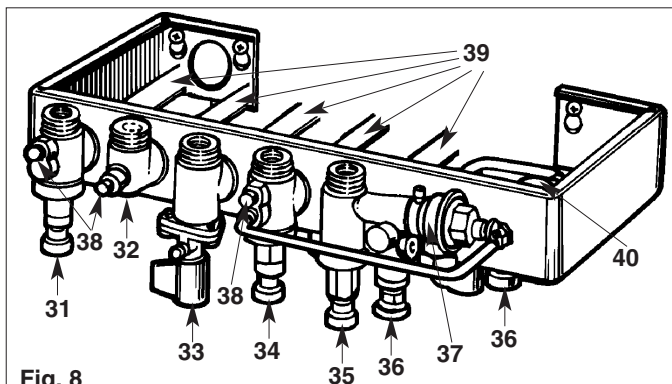

Fig. 8
Un disconnecteur NF est placé sur la barrette robinetterie de la chaudière (voir page 11, fig. 8, repère 40).
**Soupape de sécurité et disconnecteur** (fig. 8)